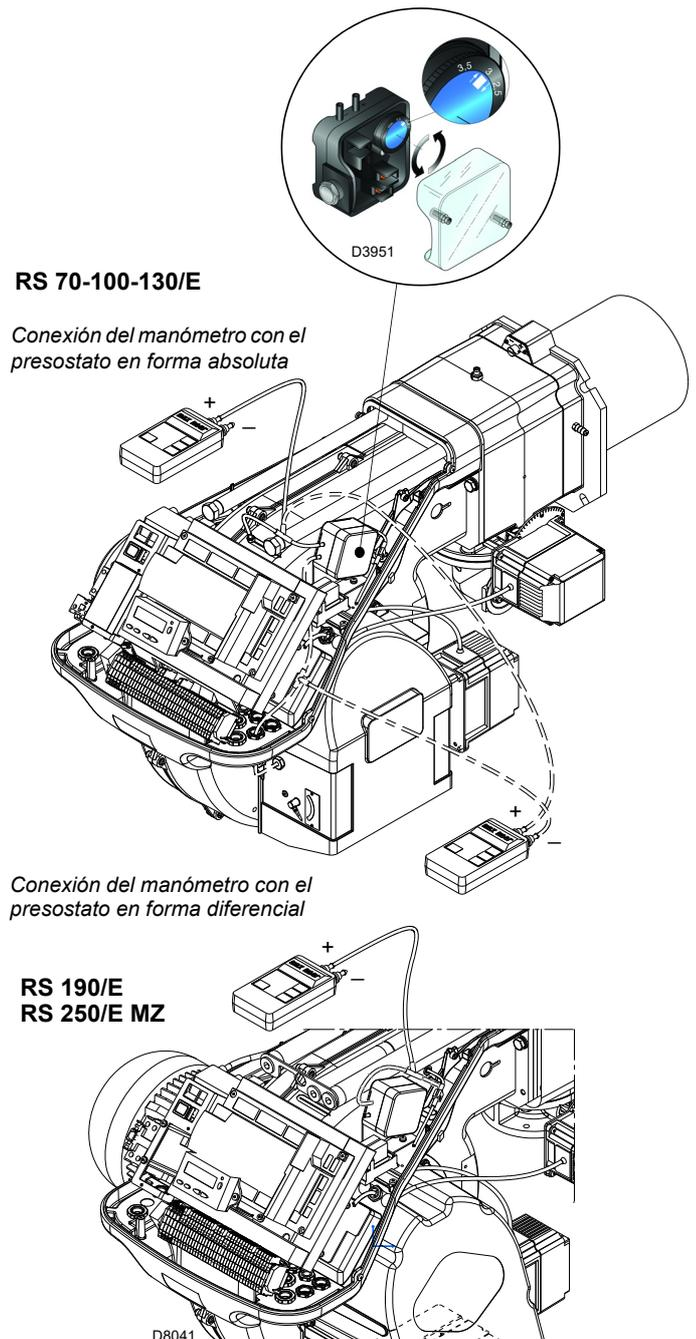

Fig. 31
- Regular el presostato de aire (Fig. 31 a pág. 35) en el inicio de la escala.
Regular el presostato de aire (Fig. 31) después de haber efectuado todas las demás regulaciones del quemador, con el presostato de aire ajustado al inicio de la escala.
La conexión del manómetro se muestra en la Fig. 31.
En este caso también el manómetro se debe conectar en forma diferencial, como se muestra en la Fig. 31.